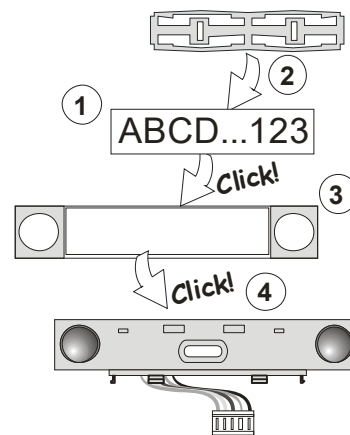

Figure 3 : Insertion d'une étiquette dans un segment de commande
- Brancher les câbles du segment au connecteur interne sur le module (7).
- Quand les piles sont insérées, la touche d'activation jaune rétro-éclairée (3) commence à s'allumer en permanence, ce qui indique que le module n'a pas encore été attribué dans le système.
- Appuyer sur la touche d'activation rétro-éclairée (3) - le module est ainsi attribué et l'indicateur LED jaune s'éteint (cela peut prendre quelques secondes). Un signal d'inscription peut également être envoyé par l'insertion des piles.
- Lorsque l'installation est terminée, insérer les étiquettes descriptives derrière les capots transparents des segments et les fermer, voir la figure 3. L'impression des étiquettes fait partie du logiciel F-Link (fenêtre **Périphériques**, à la position du module - **Paramètres internes**).